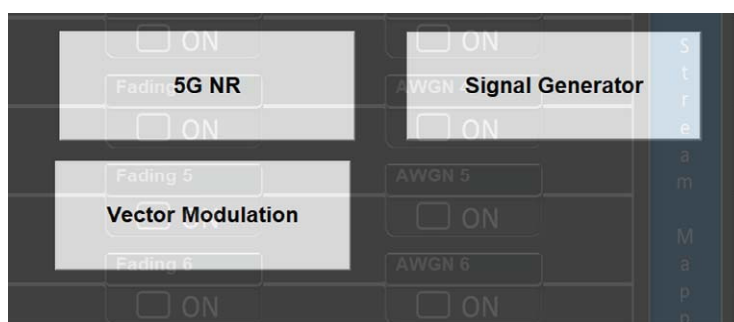

图 4.2 Signal Generator 操作图
- 按【Vector Modulation】、【Mode】，选择 Signal Generator，操作如图 4.2 所示。